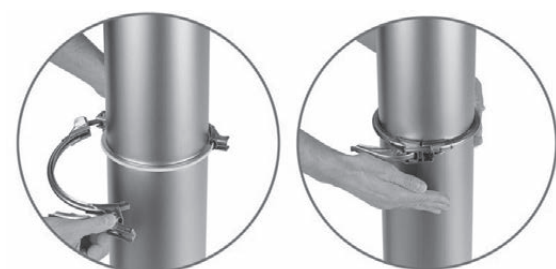

Fig. 196
- ▶ Die zweite Spannringshälfte über die Bördelränder drücken, den Bügel über den Verschluss haken legen und den Griff schließen – Fig. 196.